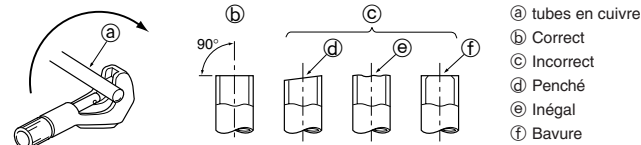

Fig. 5-3
5.2.1. Couper le tuyau (Fig. 5-3)